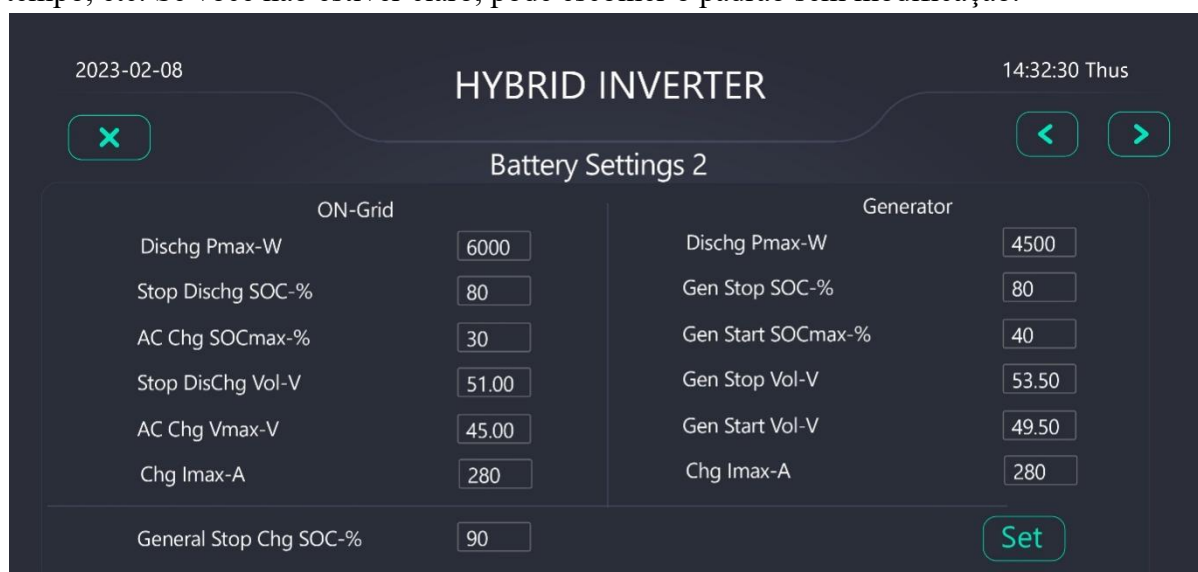

Figura 3.13 Configuração da Bateria 2 Interface
Modo Bat: Selecione um de "Lítio", "Usar Bat V" ou "Usar Bat %" para todas as configurações. Isso afetará ②,③ na Figura 3.12 e nas configurações abaixo da Figura 3.13.